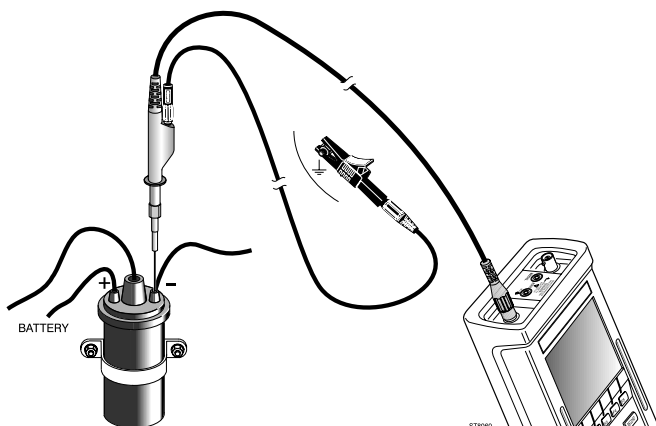

Bild 65, Testen des Schließwinkels
3. Schließen Sie die Meßleitungen so an, wie dies von der Funktion **Anschlußhilfe** und in Bild 65 dargelegt wird.